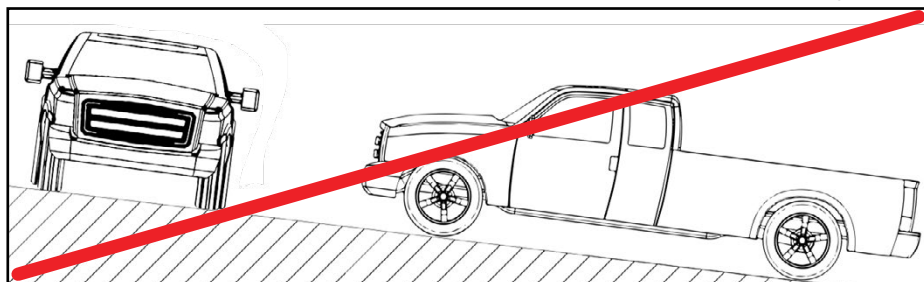

Figure 19 — Ne pas dépasser une pente de 15°
- ☐ Assurez-vous que le système n'est pas monté (ou stationné) sur des pentes dépassant 15°, car cela affectera la lubrification et la séparation air/huile (Figure 19).